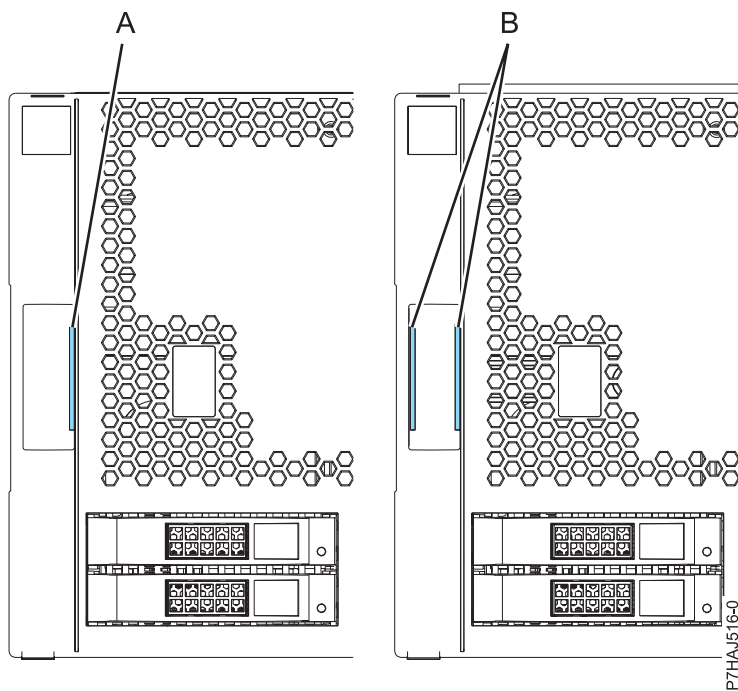

Figure 98. Identification des capots anciens et nouveaux
Remarque : Les anciens capots (expédiés avant le 1er mars 2011) sont reconnaissables à la bande bleue unique (A) située sur les taquets du capot. Les nouveaux capots (expédiés après le 1er mars 2011) possèdent deux bandes bleues (B). Voir figure 98, à la page 128.